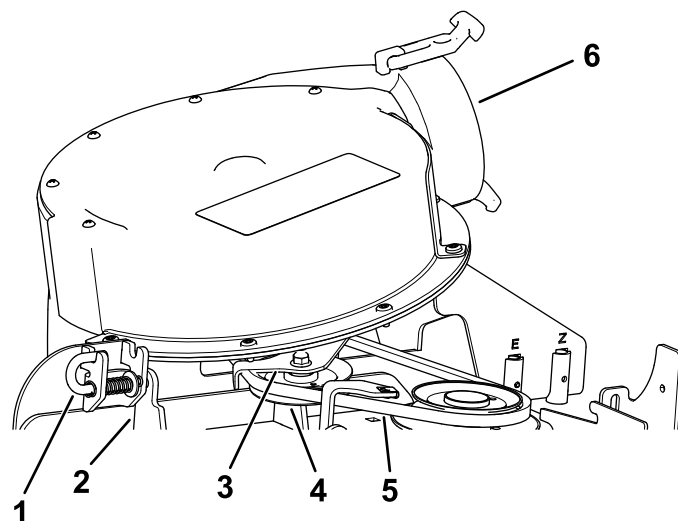

図 42
4. ラッチピンをロック位置から開放位置にする 図 42。
5. フロアアセンブリを閉じて、ラッチピンをシュートブラケットの穴に合わせる 図 42。